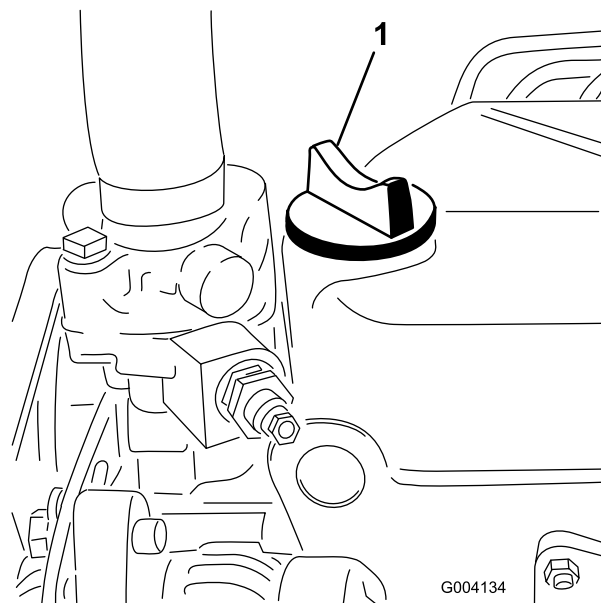

Figure 76
5. Si le niveau n'atteint pas le repère maximum, enlevez le bouchon de remplissage (Figure 76) et faites l'appoint jusqu'à ce que le niveau correct soit atteint.